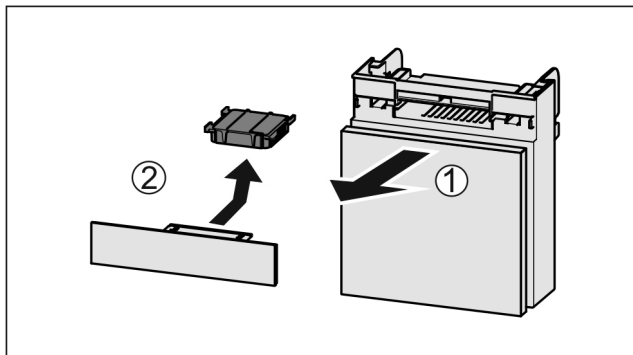

Fig. 115
- ▶ Издърпайте Fig. 115 (1) напред от отделението.
- ▶ Извадете Fig. 115 (2) филтъра с активен въглен.